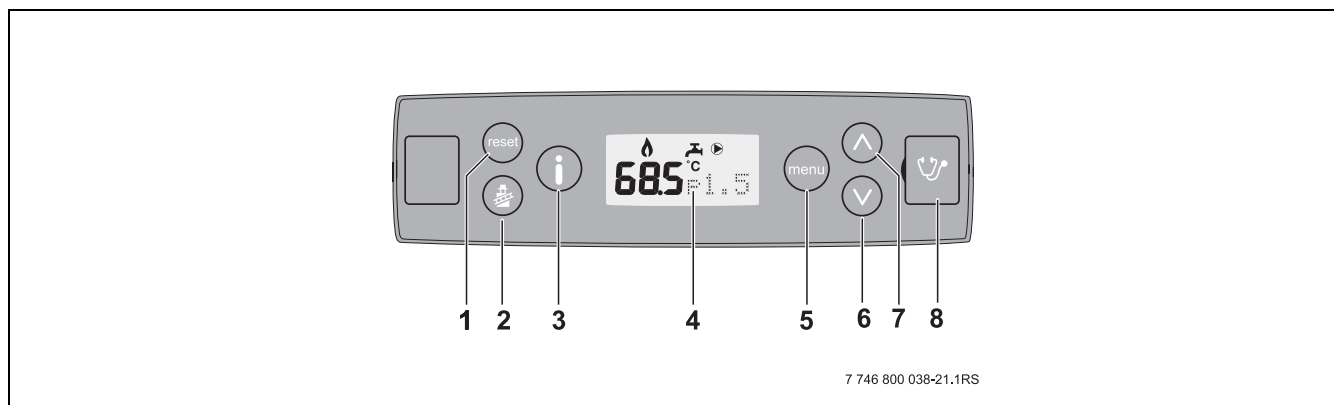

Fig. 36 Bedieningspaneel
In geval van bepaalde storingen kan het noodzakelijk zijn om het cv-toestel door middel van de resettoets “” te herstarten (fig. 36, **pos. 1**).
Met de schoorsteenvegertoets “” (fig. 36, **pos. 2**) kan het cv-toestel in schoorsteenvegerbedrijf worden genomen. Zie schoorsteenvegerbedrijf (servicebedrijf) in paragraaf 6.2.4.
Het display (fig. 36, **pos. 4**) geeft alle instellingen en foutcodes weer. Displayweergaves:
Met de menu toets “” (fig. 36, **pos. 5**) kan o.a. de max. aanvoertemperatuur, cv/ww bedrijf, tapwatertemperatuur, modulatiebereiken en nadraaitijd cv-pomp worden ingesteld. Zie Instelmenu in paragraaf 6.2.2.
“ / ” (fig. 36, **pos. 6 en 7**)
Om het detecteren, analyseren en oplossen van een storing doeltreffender, sneller en makkelijker te maken, is het mogelijk om een Nefit Service Tool op de Service Connector (→ fig. 36, **pos. 8**) van het cv-toestel aan te sluiten.